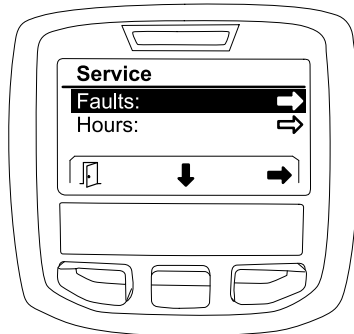

Figura 26
1. Utilize o botão de seleção central para navegar para a opção de FALHAS e, em seguida, pressione o botão de seleção direito para entrar no ecrã de falhas (Figura 26).